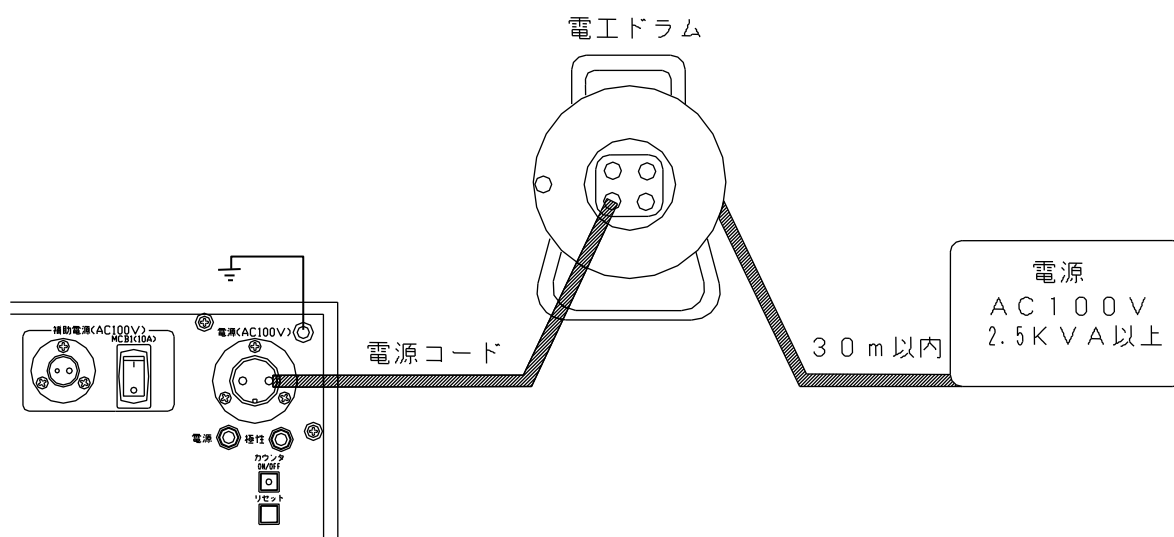

図1：電源の供給方法
1. 試験装置の電源を準備します。商用電源又は、発電機（2.5 kVA以上）でコードリールは30m以内にし、ドラム内に巻き残しのないようにすべて引き出して下さい。（図1）コードリール等を多く使用すると、電源のインピーダンスが高くなるため大きな電流が出力できない場合があります。又、AUTOモードの場合は、設定電流が出力できなくなります。